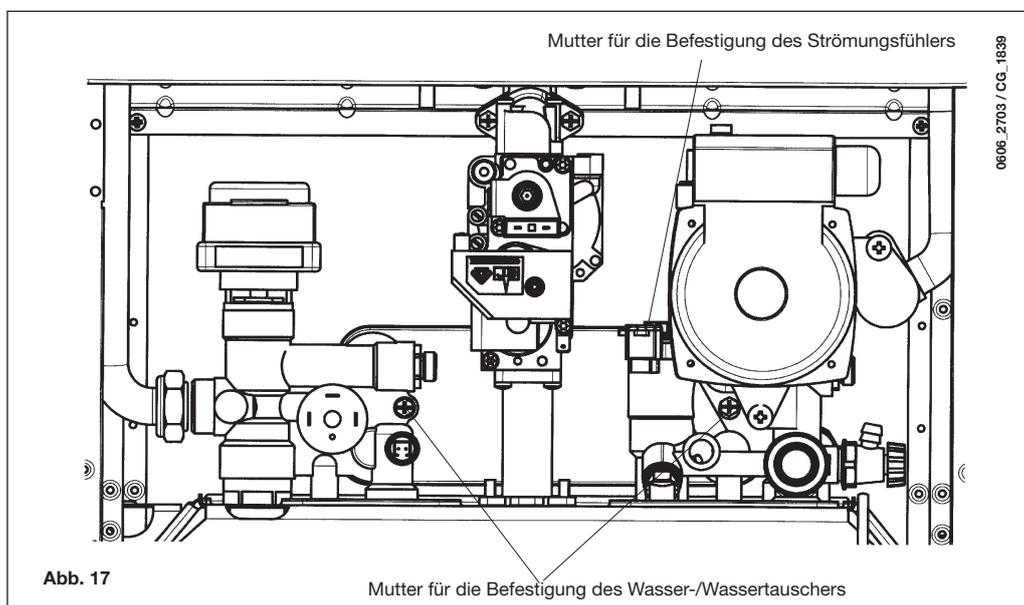

Abb. 17
- die beiden vorne sichtbaren Befestigungsschrauben des Wasser-Wasser-Plattenwärmetauscher entfernen und diesen aus seinem Sitz ziehen (Abb. 17).